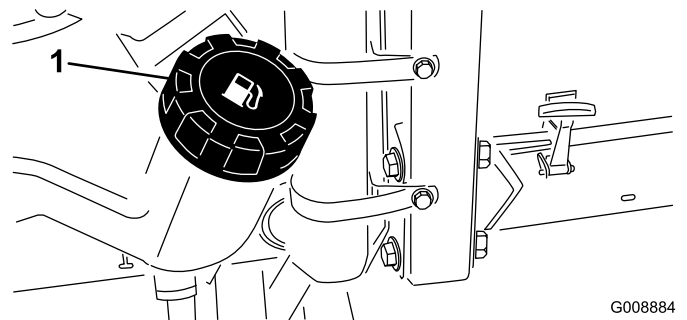

Figure 27
1. Nettoyez la surface autour du bouchon du réservoir de carburant (Figure 27).